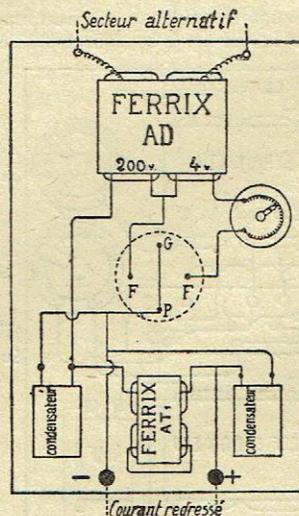

FIG. 1.
(Voir figure 1.)
(1) La self E 20 remplace le AT 1 de la figure 1.